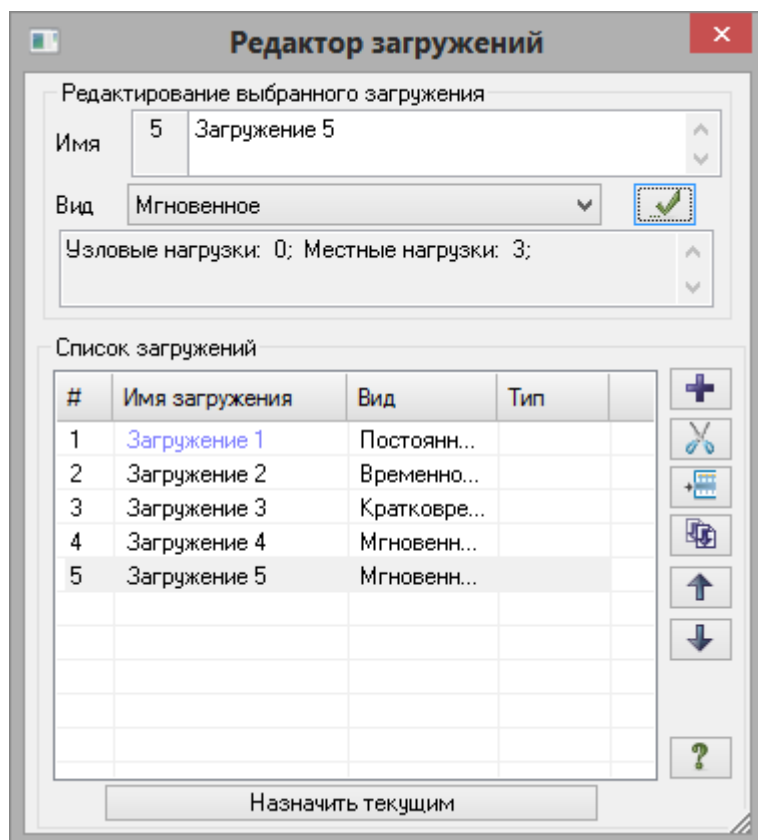

Рис.21.20. Диалоговое окно **Редактор загрузок**
- Вызовите диалоговое окно **Редактор загрузок** (рис.21.20) щелчком по кнопке  – **Редактор загрузок** (панель **Нагрузки** на вкладке **Создание и редактирование**).
Так как вид загрузений задавался в диалоговом окне **Редактор загрузений** (рис.21.20) таблица РСУ сформировалась автоматически с параметрами, принятыми по умолчанию для каждого загрузения. Далее нужно только изменить параметры для третьего, четвертого и пятого загрузений.